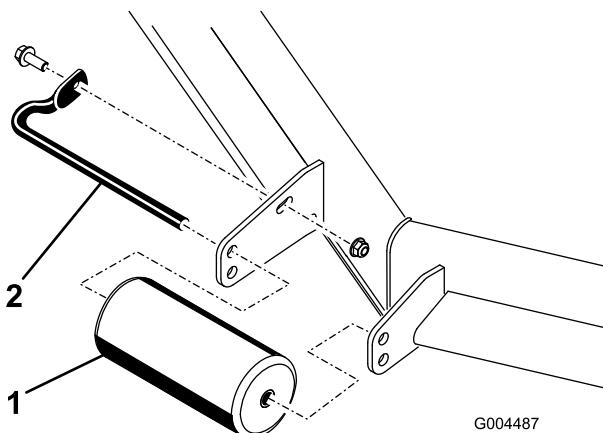

Figura 24
- Togliete i fermi di fissaggio da ciascun rullo sul piatto di taglio, ed alzate o abbassate i rulli come opportuno; vedere da Figura 24 a Figura 28 come opportuno per il vostro tosaerba.